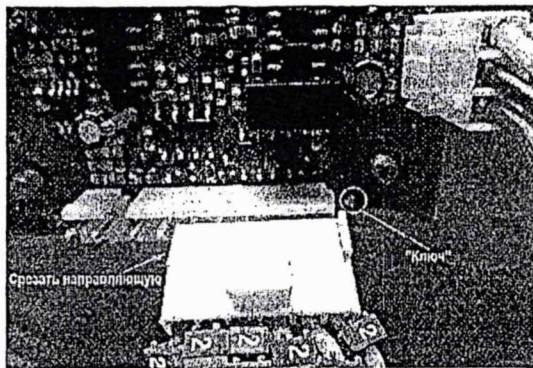

Рисунок 1
- ориентируясь на «ключ» разъема X10 (белый треугольник рядом с разъемом) подвести ответную часть разъема к контроллеру (см. рисунок 1);